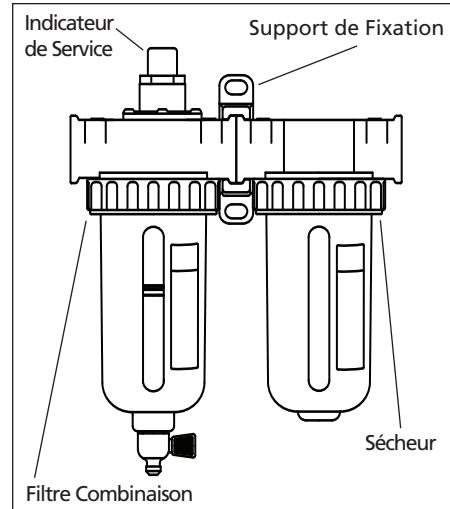

Figure 1
4. Remplacement du filtre combiné - L'indicateur d'entretien sur le filtre combiné (illustré dans la Figure 1) indique quand l'élément du filtre doit être remplacé. Quand l'indicateur s'enclenche, il faut remplacer l'élément du filtre. Utilisez la cartouche filtrante de rechange PA208703AV.